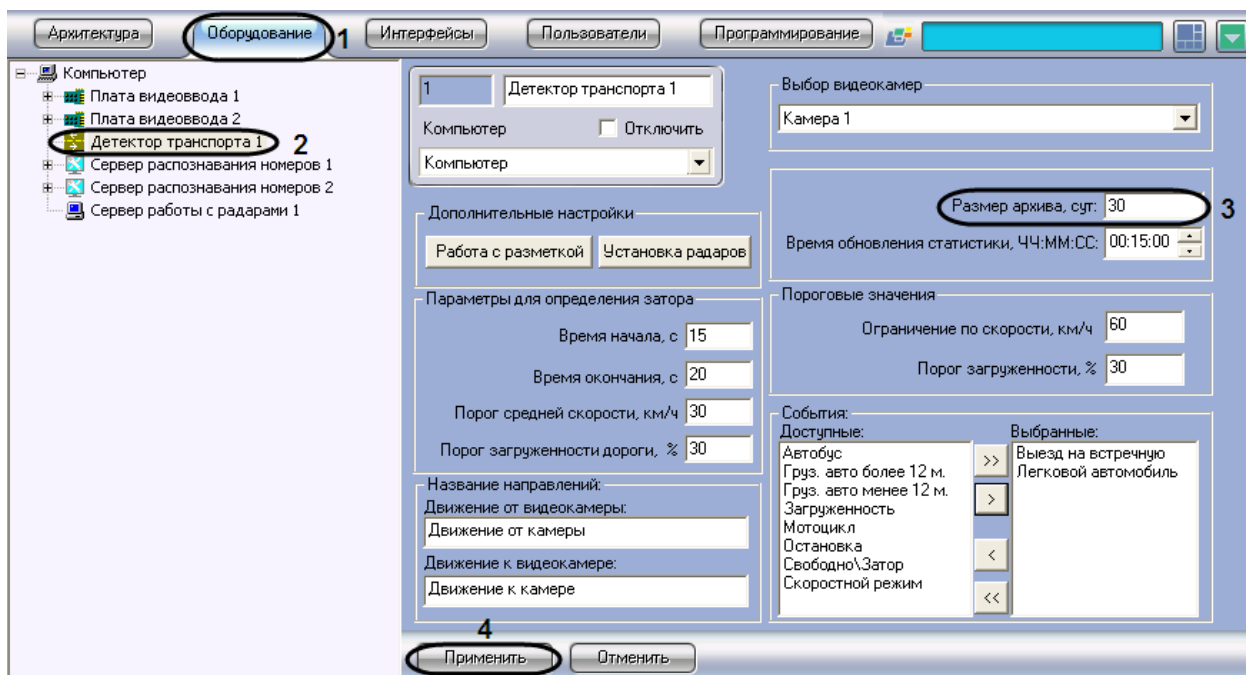

Рис. 7.4—2. Настройка глубины хранения записей в базе данных
- В дереве объектов на вкладке «Оборудование» выбрать объект «Детектор транспорта», соответствующий настраиваемому программному модулю «Детектор транспорта» (см. Рис. 7.4—2, 2). В правой части вкладки «Оборудование» отобразится панель настройки выбранного объекта.
3. В поле «Размер архива, сут» указать глубину хранения записей в базе данных. Единица измерения параметра «Размер архива» выражается в сутках (см. Рис. 7.4—2, 3).
4. Нажать кнопку «Применить» (см. Рис. 7.4—2, 4).